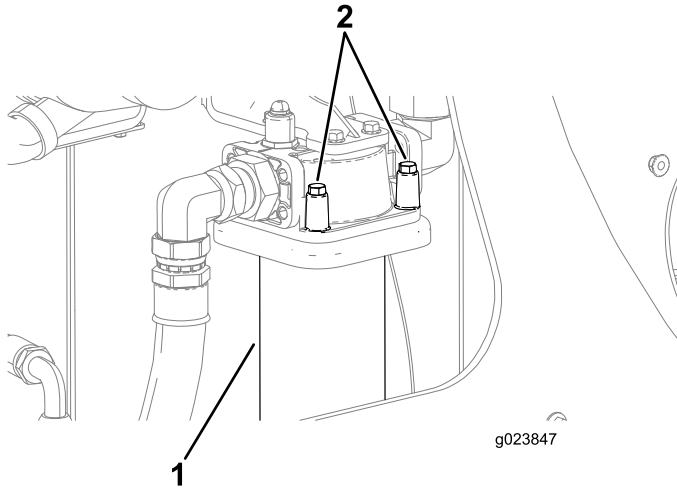

Figura 120
3. Coloque un recipiente de drenaje o varios trapos debajo del filtro de carga (Figura 120).
4. Con una mano debajo del filtro de retorno hidráulico, retire los 4 pernos según se muestra en Figura 120.
7. Alinee el filtro de retorno hidráulico nuevo con su asiento, y apriete los 4 pernos (Figura 120).